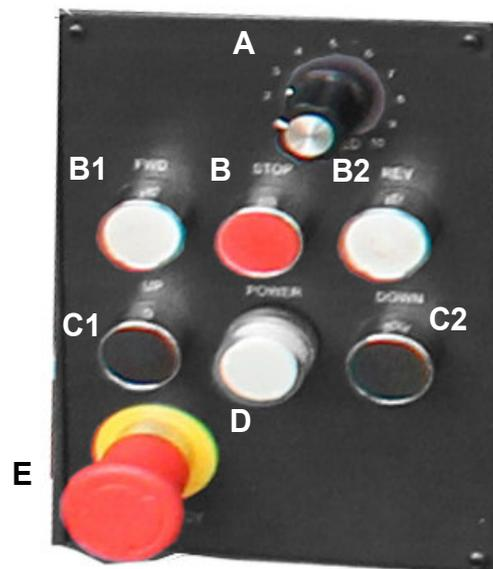

Abb. 6-1: Bedienfeld SDT 1500 WE, SDT 2500 WE, SDT 4000 WE
Die POWER-Taste (Pos. D, Abb. 6-1) zeigt an, ob der Schweißdrehtisch am Stromnetz eingeschaltet ist
- Die Drehrichtung des Tisches kann mit den Tasten (Pos. B, B1 und B2, Abb. 6-1) eingestellt werden:
- Der Arbeitstisch kann mit den Tasten (Pos. C1 und C2, Abb. 6-1) nach oben oder unten geneigt werden:
- Der Neigungswinkel kann mit dem Drehknopf (Pos. A, Abb. 6-1) eingestellt werden.
- NOT-HALT-Taster (Pos. E, Abb. 6-1) -